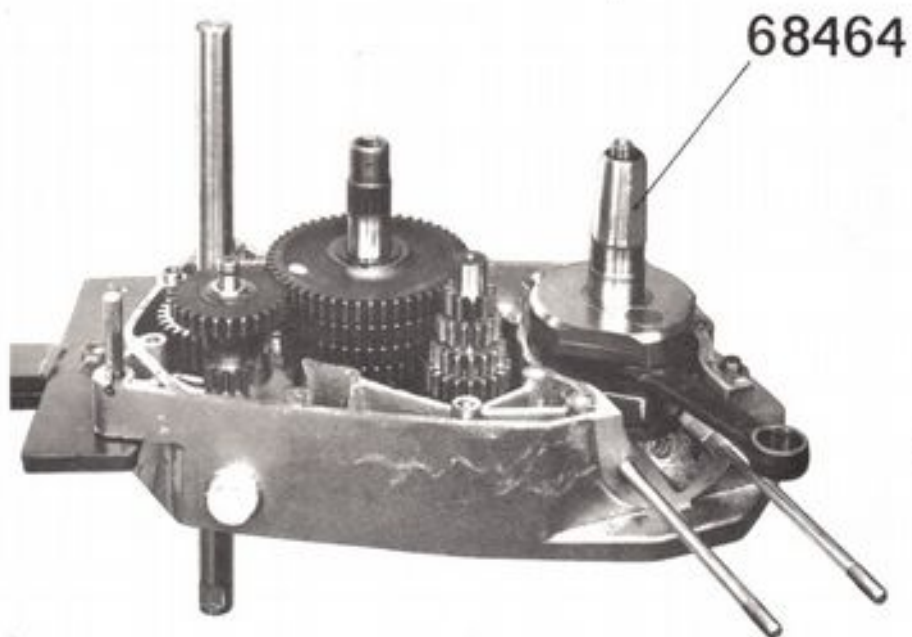

Figure 51
- Pour éviter la détérioration du joint d'étanchéité, monter sur l'arbre la douille n° 68464 (figure 51).